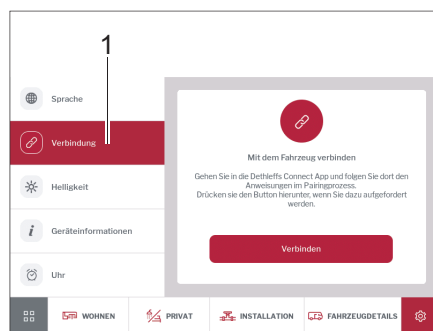

Fig. 291 Collegamento
- Digitare il pulsante *Collegamento* (Fig. 291,1). Viene visualizzata un'istruzione operativa che consente di collegare il dispositivo mobile al veicolo, vedi anche capitolo 9.18.1.